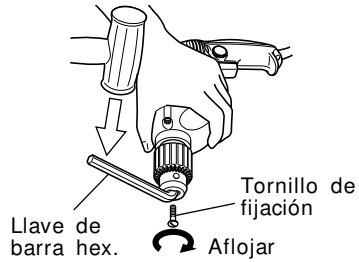

Fig. 7
(1) Desmontaje del portabrocas del taladro (Fig.7)